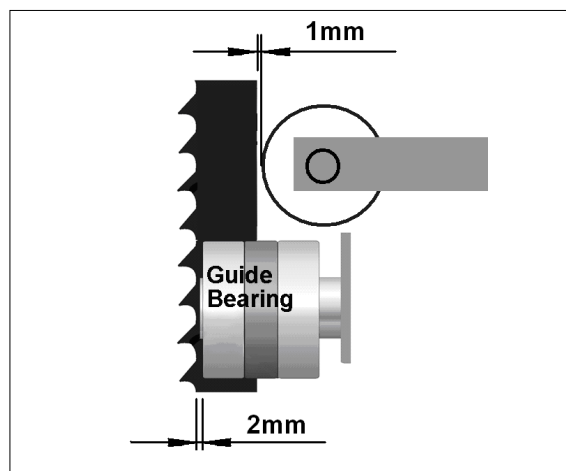

Fig 41
Positionnez l'ensemble du guide vers l'avant/ l'arrière afin que les dents restent à une distance d'environ 2mm des rouleaux du guide (Fig 41).
Régalez le rouleau de guide arrière afin que la distance vers la lame de la scie soit de 1mm (Fig 41).
Positionnez l'ensemble du guide vers l'avant/l'arrière afin que les dents restent à une distance d'environ 2mm des rouleaux du guide (Fig 41).
Réglez le rouleau de guide arrière avec la vis de réglage (P) afin que la distance vers la lame de la scie soit de 1mm (Fig 41).